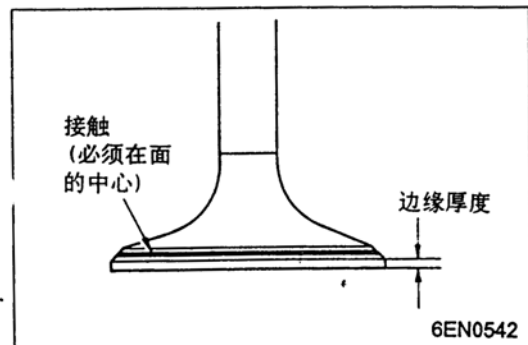

图 4-8
- (1) 检查气门面是否正确接触。如果接触不均匀或不完整，则应重修气门座表面。
- (2) 如果边缘厚度小于规定值，则应更换气门(见图 4-8)。